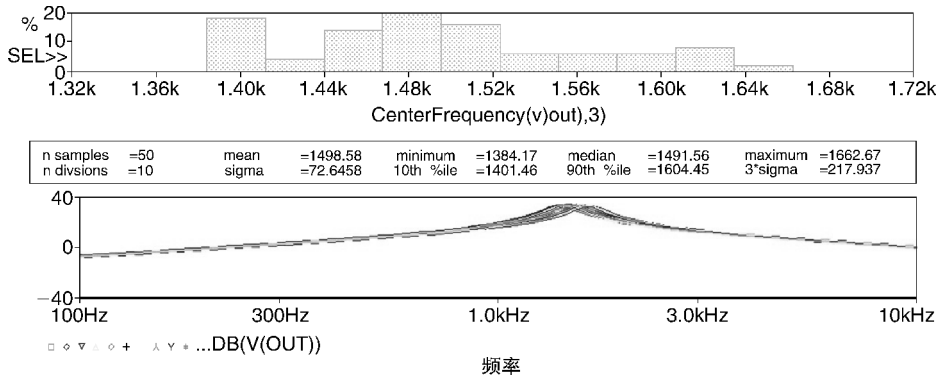

图 10.15 利用直方图形式对中心频率可能扩散区域进行显示
6. 图 10.15 为直方图显示，把统计数据 and 概率值汇总于一起。